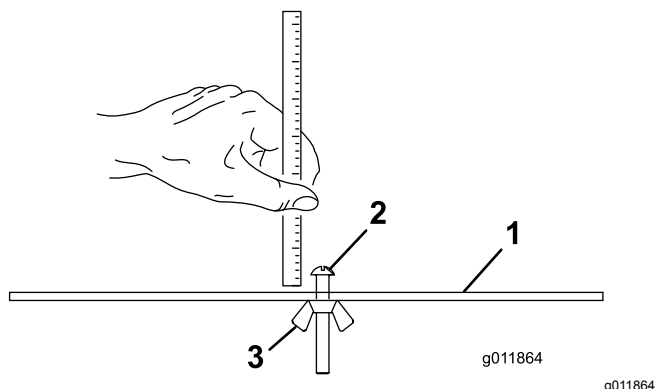

**Figura 17**
1. Desaperte as porcas de bloqueio que fixam os suportes da altura de corte às placas laterais da unidade de corte (Figura 17).